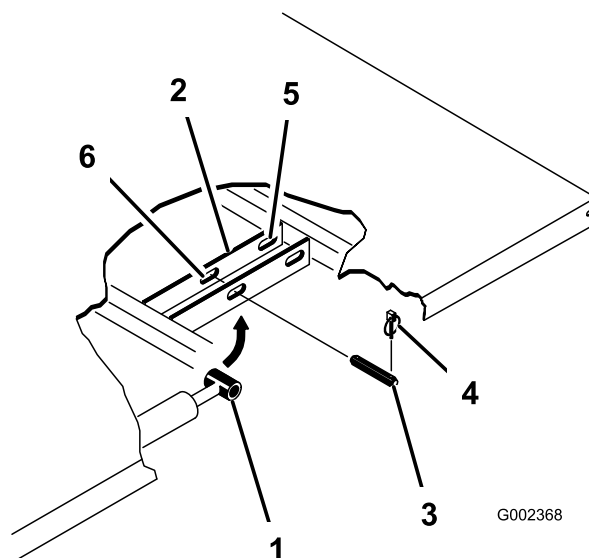

Figure 34
2. Retirez les goupilles à anneau aux extrémités extérieures des axes des tiges de vérins (Figure 34).